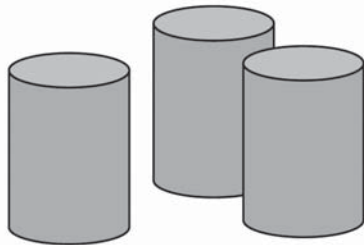

Figura 3
3. Na Figura 3, estão representados três cilindros de madeira, geometricamente iguais.